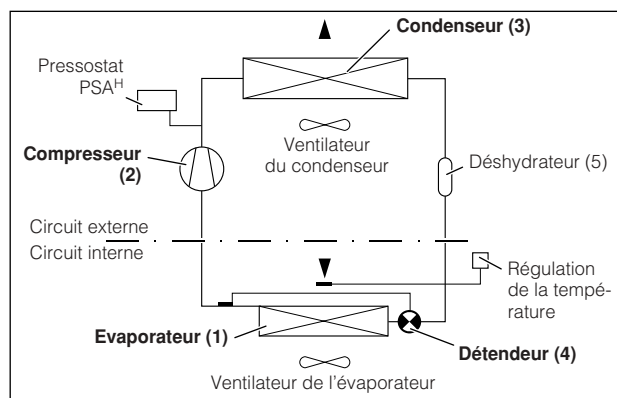

Fig. 2 : Circuit frigorifique
Le climatiseur (installation frigorifique à compression) se compose de quatre éléments principaux (voir fig. 2) : l'évaporateur (1), le compresseur (2), le condenseur (3) et le détendeur (4) – reliés entre eux par une tuyauterie adaptée. Le circuit ainsi constitué transporte un liquide à point d'ébullition bas, le fluide frigorigène. Le fluide utilisé : R134a (CH_2FCF_3) est exempt de chlore. Avec un potentiel de destruction